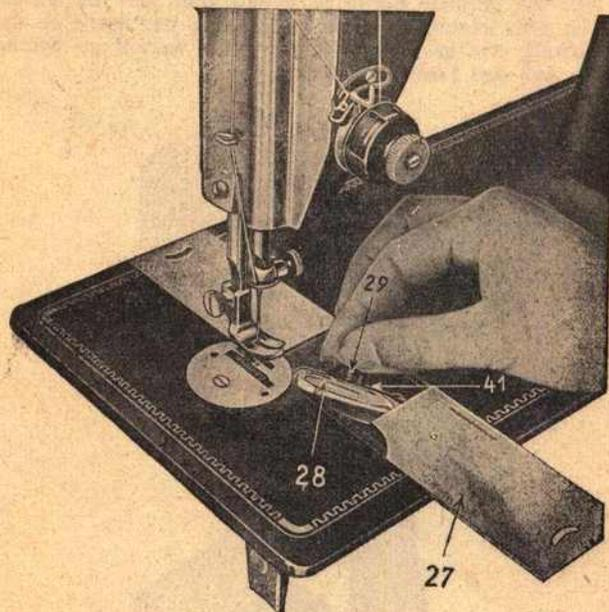

Abb. 6
11. Das Einlegen des Schiffchens (Abb. 6).